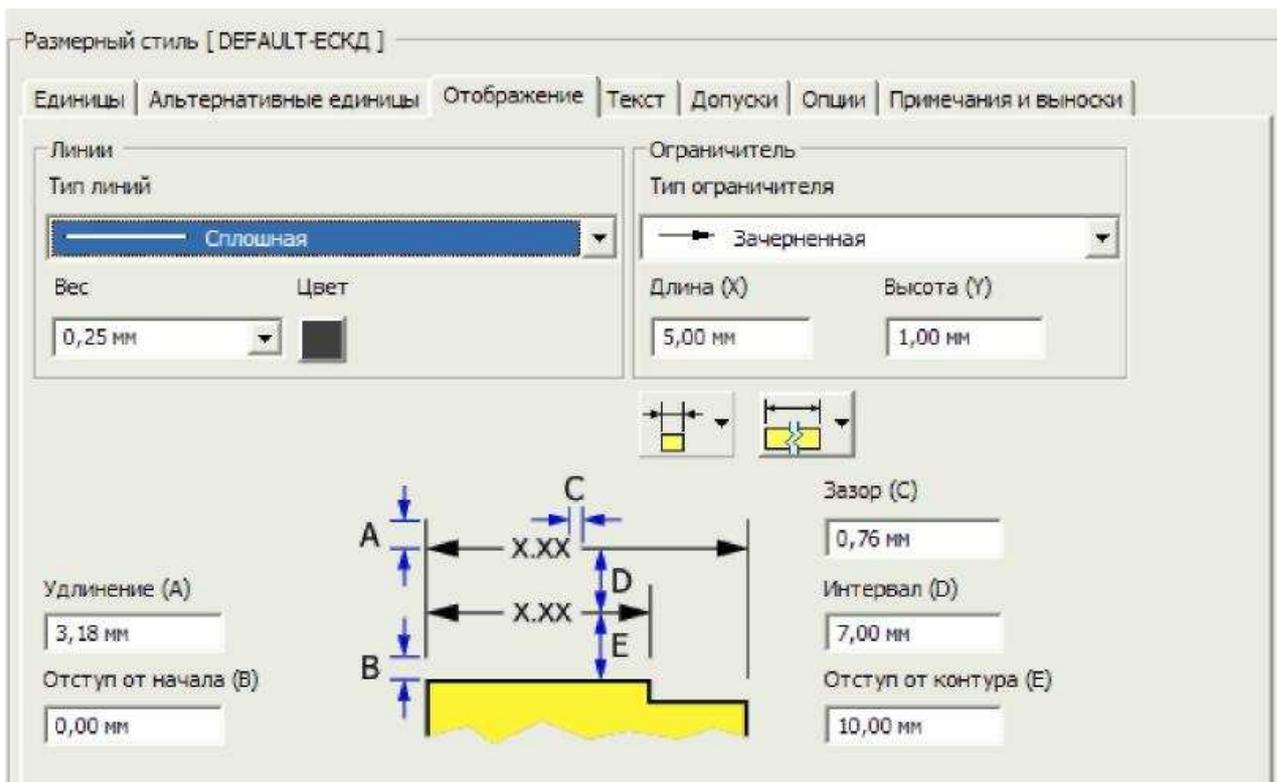
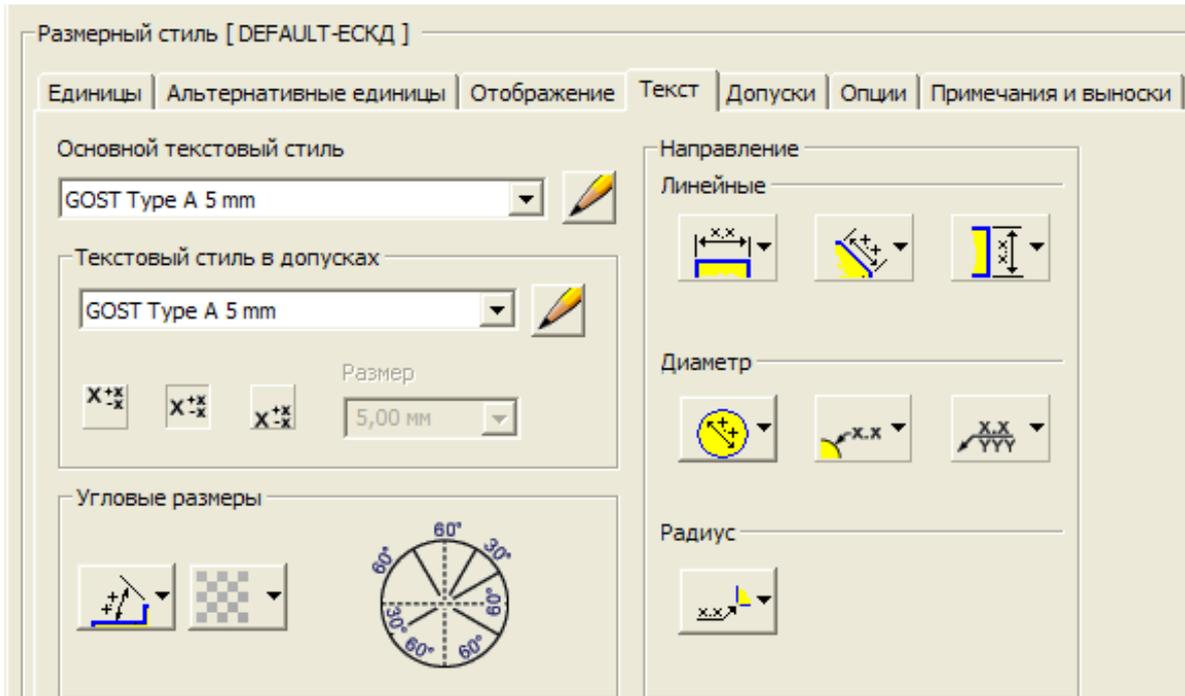

Рис. 95
Рис. 96
Отображение (Рис. 95) **Интервал (D)** — на **7 мм**, длину стрелки **Длина (X)** для формата А3 установите **5 мм**. На вкладке **Текст** (Рис. 96)